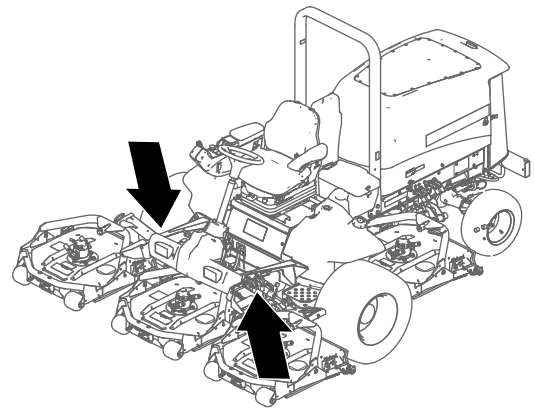
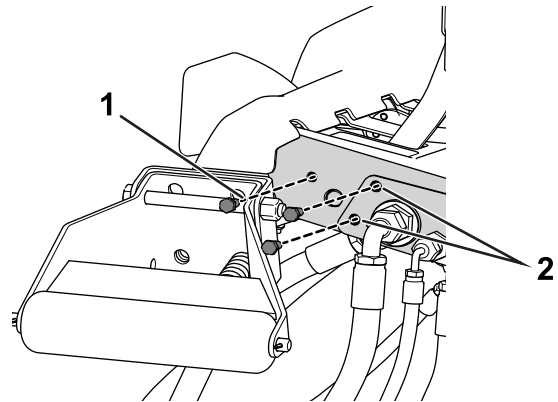
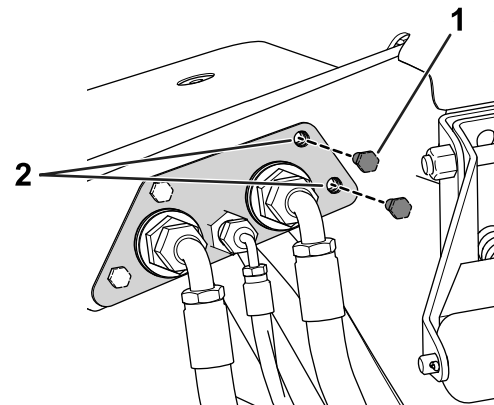

Figure 2
Figure 3
Figure 4
7. Retirez les boulons des deux côtés du cadre des pieds (Figure 2), comme montré à la Figure 3 et la Figure 4.
8. Avec un foret ($\frac{3}{8}$ "), agrandissez le diamètre des 2 trous de chaque côté du cadre de pieds, comme montré à la Figure 3 et la Figure 4.